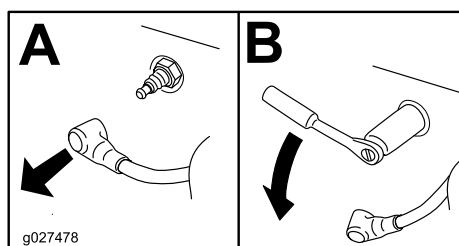

Bild 41
3. Nehmen Sie die Zündkerze heraus, wie in Bild 41 abgebildet.